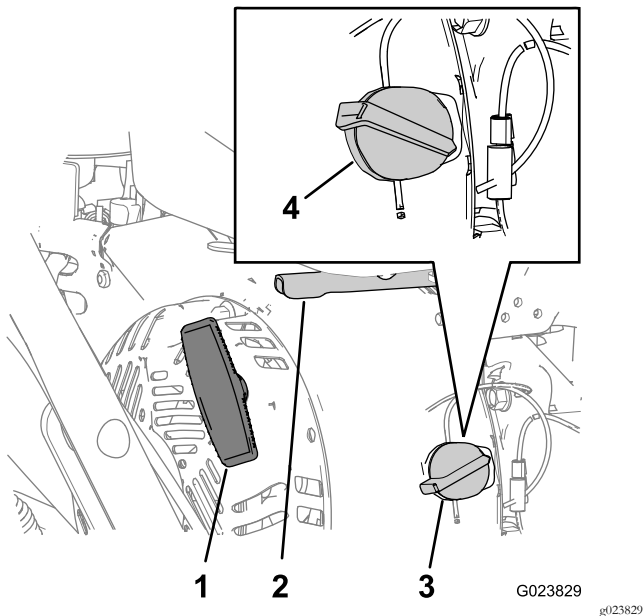

Figura 10
1. En el lado derecho del motor, gire el interruptor de encendido/apagado del motor en sentido horario a la posición de ENCENDIDO (Figura 10).
- Mueva el acelerador a un punto intermedio entre las posiciones de LENTO y RÁPIDO, situadas en el lado trasero derecho del motor (Figura 10).
- Tire lentamente del arrancador de retroceso del motor hasta que note resistencia, luego deje de tirar (Figura 10).
- Mueva el acelerador a un punto intermedio entre las posiciones de LENTO y RÁPIDO (Figura 10).
- Deje el motor en marcha durante un mínimo de 15 segundos, luego gire el interruptor de encendido/apagado del motor a la posición de APAGADO para parar el motor (Figura 10).